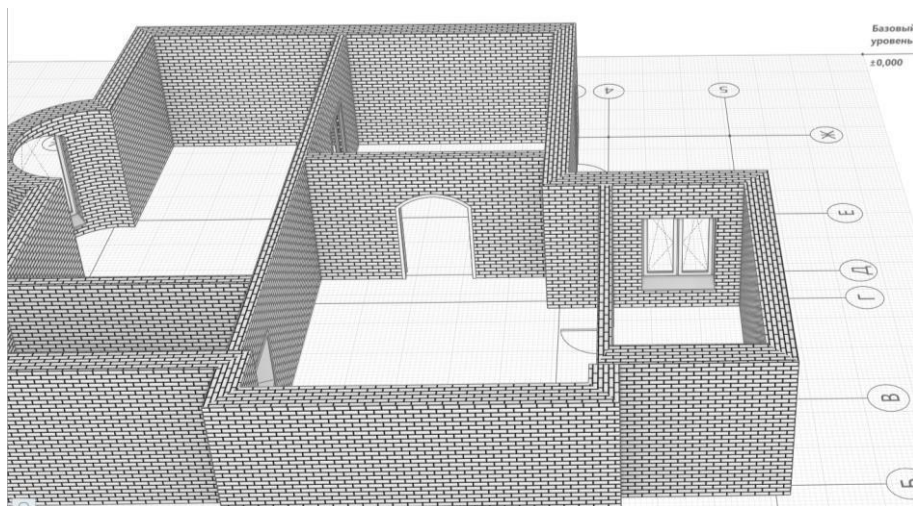

Рис. 9 Вставка окна
3. Далее вставляем следующие окна (рис. 9). В **Параметрах** указываем: высота –